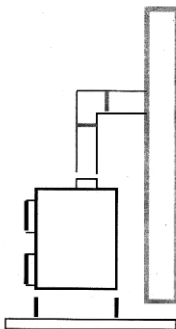

Fig. 7
- se poate utiliza racordarea cu unul (fig.7) sau cu cel mult două coturi (fig.8);